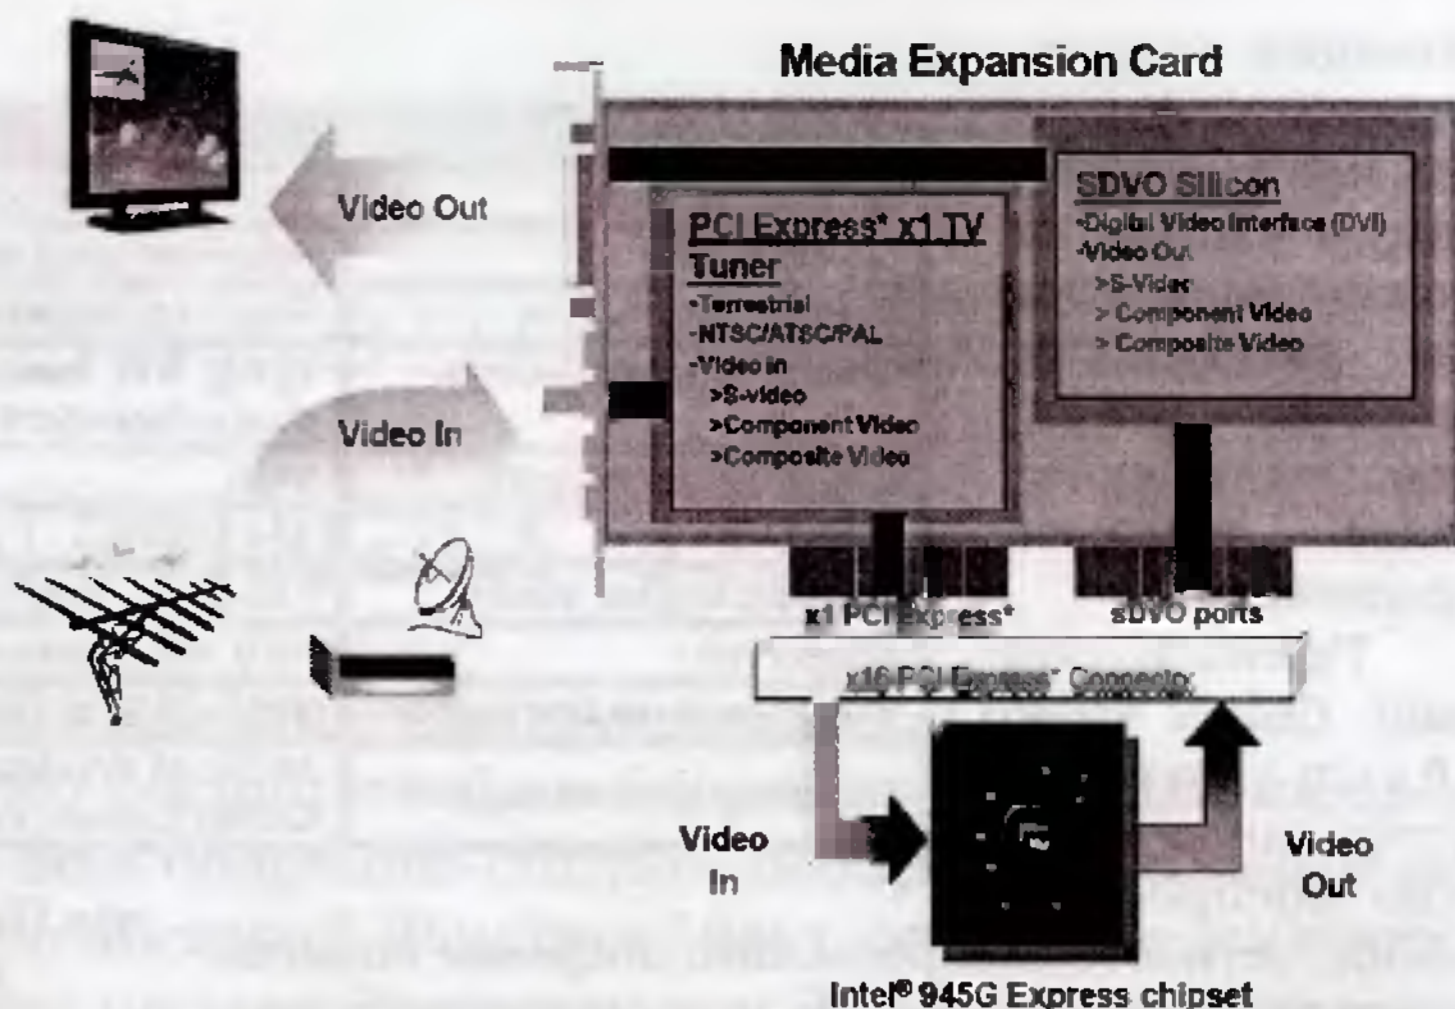

Рис. 1. Media Expansion Card Overview (краткий обзор функций карты Media расширения)
В свое время компанией AVerMedia Technologies для "цифрового дома" была разработана плата AVerTV MCE Media Expansion Card с интерфейсом PCIe, уже объединяющая в себе ТВ-тюнер и аппаратный кодек MPEG и поддерживающая интерфейсы DVI и Intel 945G SDVO. Это была привлекательная с экономической точки зрения система на базе платформы с набором микросхем Intel® 945 (рис. 1) под управлением ОС Windows XP Media Center Edition. На базе этого решения можно было просматривать телепередачи, использовать функции персонального видеоманитфона, реализованные в ОС Windows XP Media Center Edition.
**TV-IN.** Чип GMCH, вместе с картой расширения ADD2/MEDIA, может выполнять функции TV-Tuner-карты, способной к работе с аналоговыми или HD сигналами (см. рис. 1, 2).
SDVO кодеры (рис. 1, 2) могут быть интегрированы в материнскую плату или на PCI Express Card, что позволяет иметь видео разъемы для добавления или замены при низких затратах. SDVO адаптеры и карты могут быть предназначены для реализации следующих возможностей (Intel ADD2):